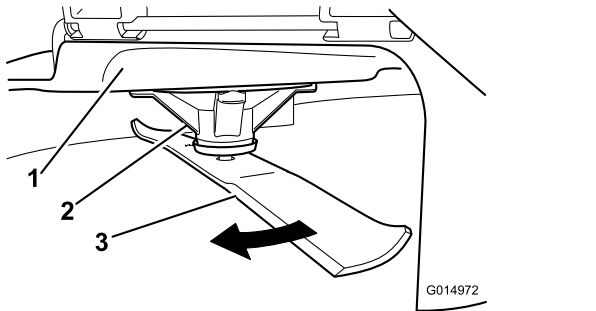

Figura 95
2. Llevando guantes fuertemente acolchados u otro tipo de protección apropiada para las manos, gire la cuchilla lentamente hasta una posición que permita medir la distancia entre el filo de corte y la superficie nivelada en la que descansa la máquina (Figura 95).